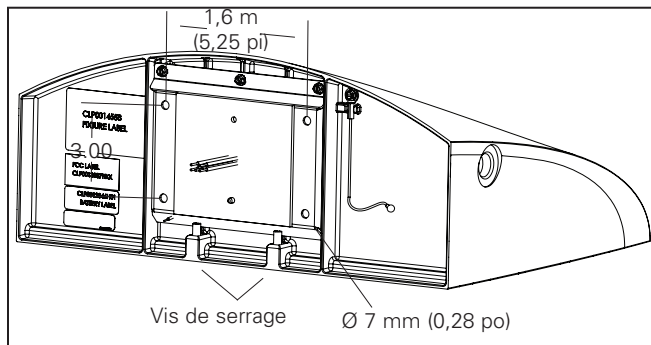

Figure 1.
1. Retirez la plaque de calage en dévissant les deux vis de réglage sur le luminaire (figure 1).
3. Retirez la plaque de calage de l'arrière du boîtier supérieur en desserrant les deux vis de réglage sur le luminaire (figure 1).
4. Fixez la plaque de calage au mur (figure 1). La plaque de calage doit être installée avec des accessoires capables de supporter un luminaire d'un poids maximal de 22,68 kg (50 lb).
1. Le luminaire est livré avec une plaque d'ancrage murale fixée au luminaire. Retirez la plaque de calage pour installation murale et jetez-la. (figure 1).